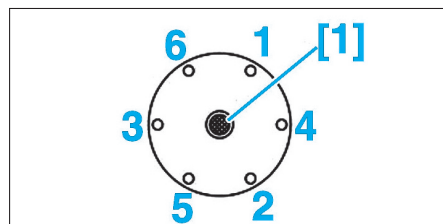

Fig. 1
- Serrer le mécanisme au couple de serrage prescrit et dans l'ordre indiqué (Fig.1).